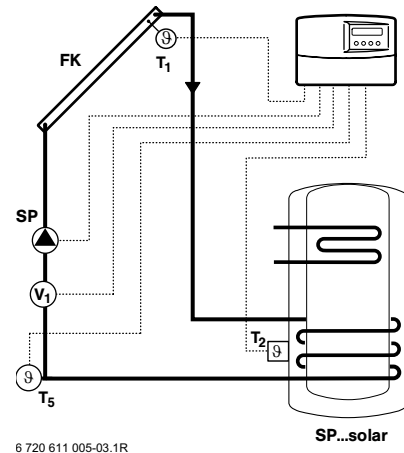

Bild 1 Anschluss-Schema Wärmemengenzählung
- ▶ Volumenstrommesser in den Solarkreisrücklauf unterhalb der Solarstation AGS... einbauen (Bild 1).